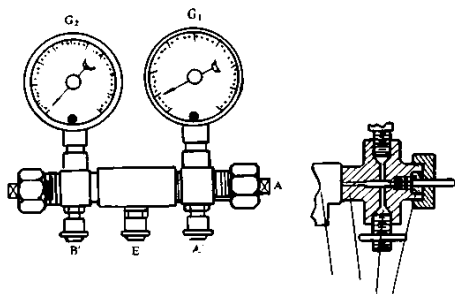

图 2-4-12 三通检修阀构造图
(3) 多通道检修图：用于抽真空和灌气。有三通和五通之分，其结构如图 2-4-12 所示。